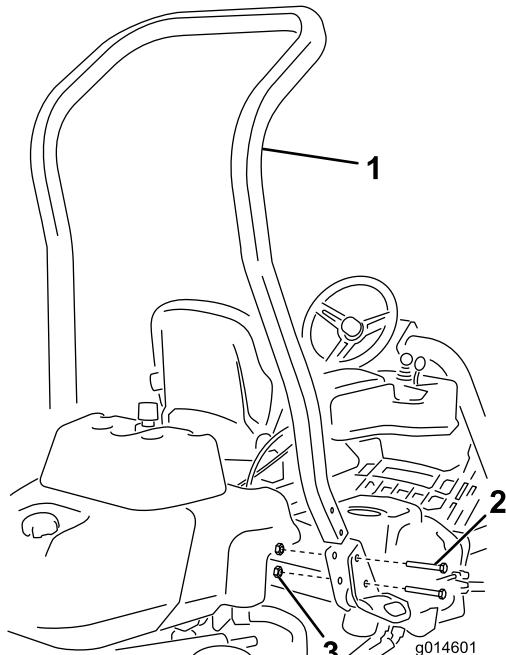

图3
3. 使用 4 个螺栓 (1/2 x 3-3/4 英寸) 和 4 个凸缘螺母 (1/2 英寸)，将翻车保护杆安装到机器两侧的卡槽中 (图3)